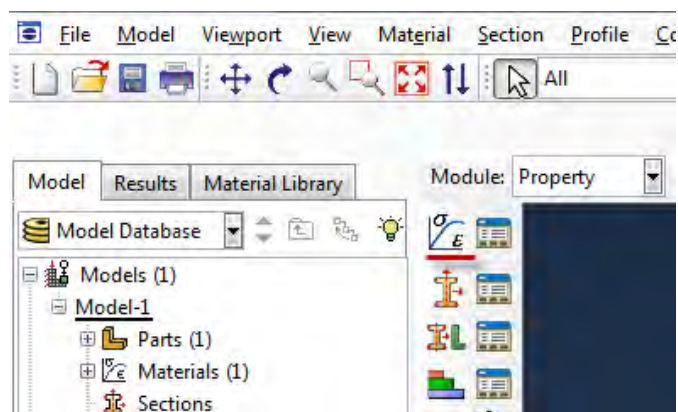

Рисунок 3.8 - Панель инструментов с кнопкой  **Create Material**
1. Создадим материал для балки. Для этого можно воспользоваться либо элементом меню **Material => Create** (см.Рисунок 3.8), либо кнопкой **Create Material**  на текущей панели инструментов, или дважды щелкнуть на иконку **Materials**  в дереве модели: